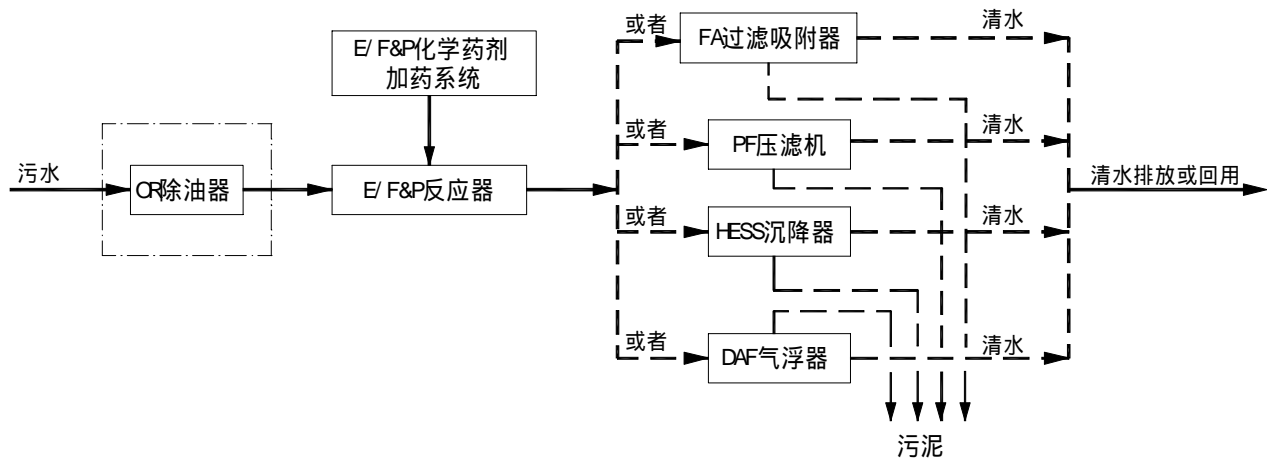

图1、MICROWEB MWR
MICROWEB MWR污水处理机系统主要组成如图1所示。它由三个(或四个)主要部分组成：(1) OR除油器(需要除浮油的污水使用)；(2) E/F&P反应器；(3) 加药系统；(4) FA过滤吸附器或HES沉降器或DAF气浮器或PF压滤机。